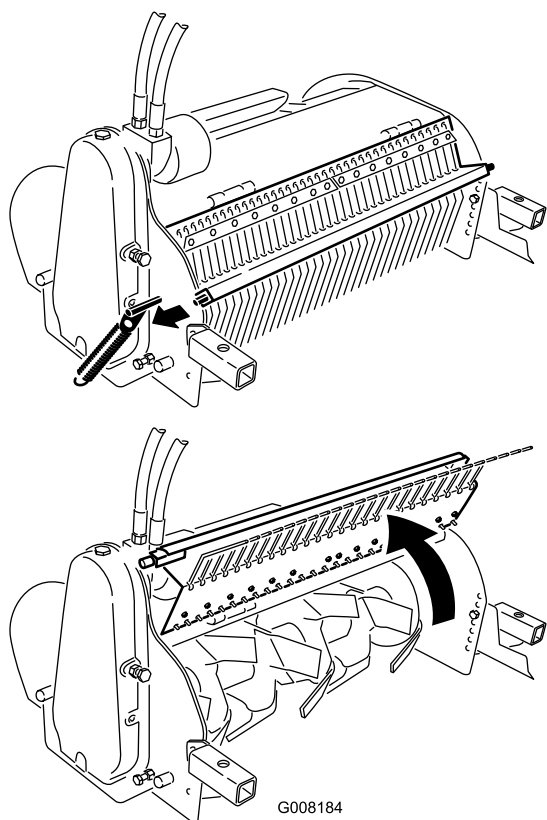

Figure 12
3. Soulevez et dégagez le verrou à ressort sur le côté du cultivateur (Figure 12).
4. Ouvrez le couvercle de protection des dents (Figure 12).